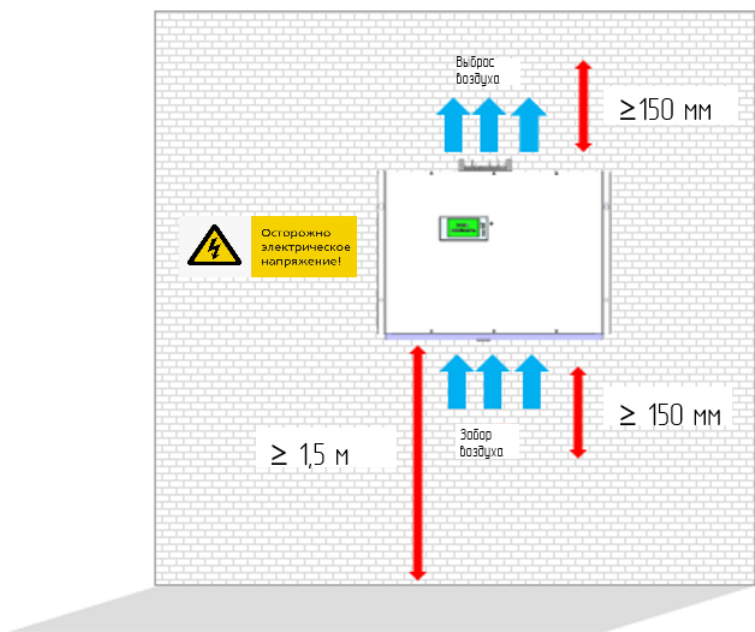

Рисунок 2.1 — Схематическое изображение требований к пространству для установки АФГ
2.2.3.3 Настенный АФГ забирает воздух снизу и выбрасывает его сверху (рисунок 2.1). Тепло распространяется снизу вверх. При монтаже АФГ необходимо обеспечить приток воздуха к нижней части АФГ и отсутствие сопротивления при выбросе нагретого воздуха в верхней части АФГ.